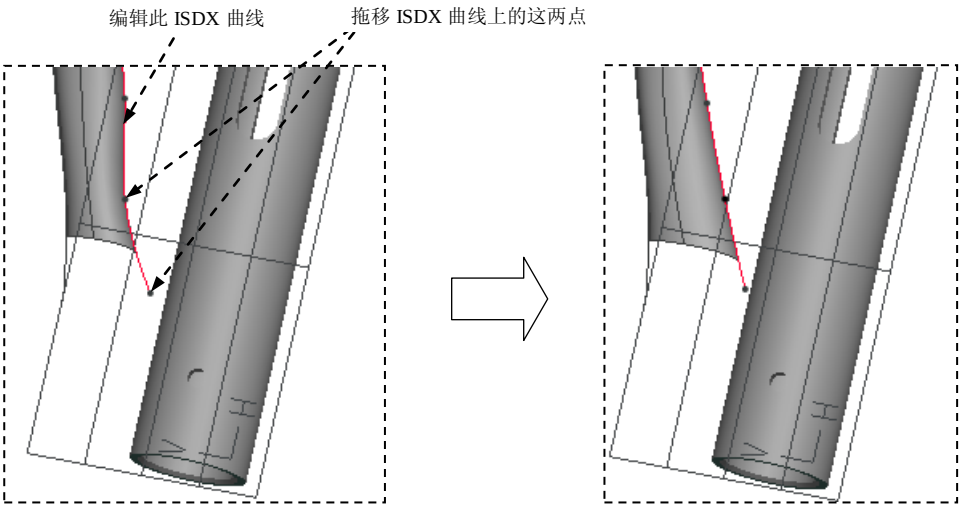

图 8.9.38 编辑 ISDX 曲线
(1) 单击 **样式** 功能选项卡 **曲线** 区域中的“曲线编辑”按钮 。选取图 8.9.38 所示的初步的 ISDX 曲线。
(2) **拖移**图 8.9.38 所示的 ISDX 曲线上的两点。
(3) 完成编辑后，单击操控板中的  按钮。